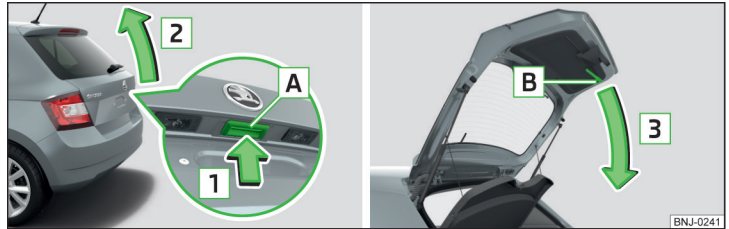

Рис. 37 Відчинення/зачинення кришки багажника
- ▶ Для відкривання натисніть кнопку **A** у напрямку стрілки **1** » Рис. 37.
Кнопка **A** » Рис. 37 під час зрушення з місця або збільшення швидкості руху до понад 5 км/год відключається. Після зупинки і відчинення дверей кнопка активується знову.